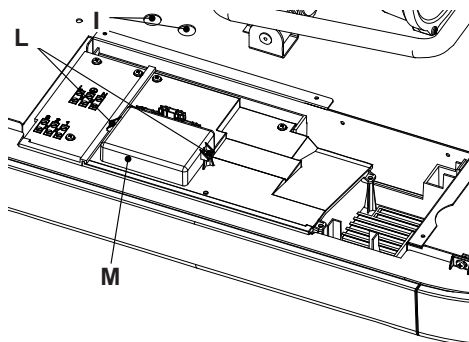

Figura 5.27
- Togliere le due viti (L) indicate in Figura 5.27 e aprire il coperchio (M) della morsettiera.
- Togliere le due viti (L) indicate in Figura 5.27 e aprire il coperchio (M) della morsetti.